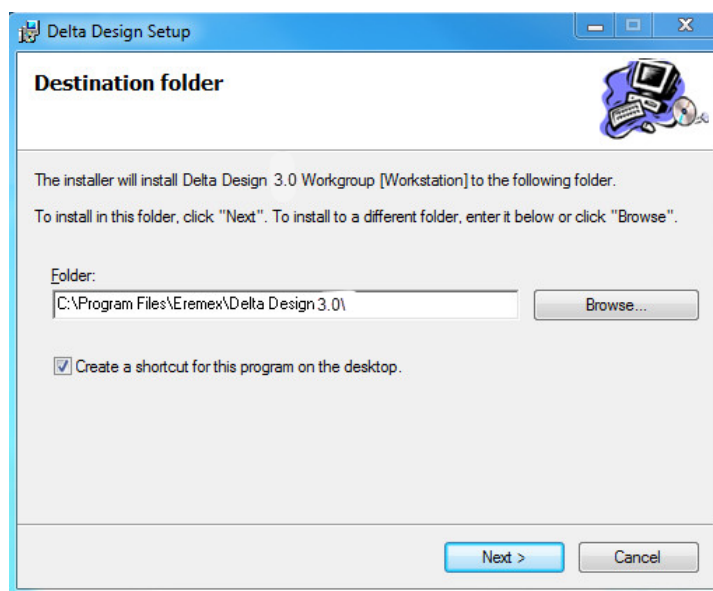

Рис. 15 Выбор места установки
3. Выбрать путь (папку), по которому будут размещены файлы приложения, см. Рис. 15. При необходимости создания ярлыка на рабочем столе нужно отметить флагом пункт «Create a shortcut for this program on the desktop». Для перехода к следующему шагу необходимо нажать кнопку «Next».